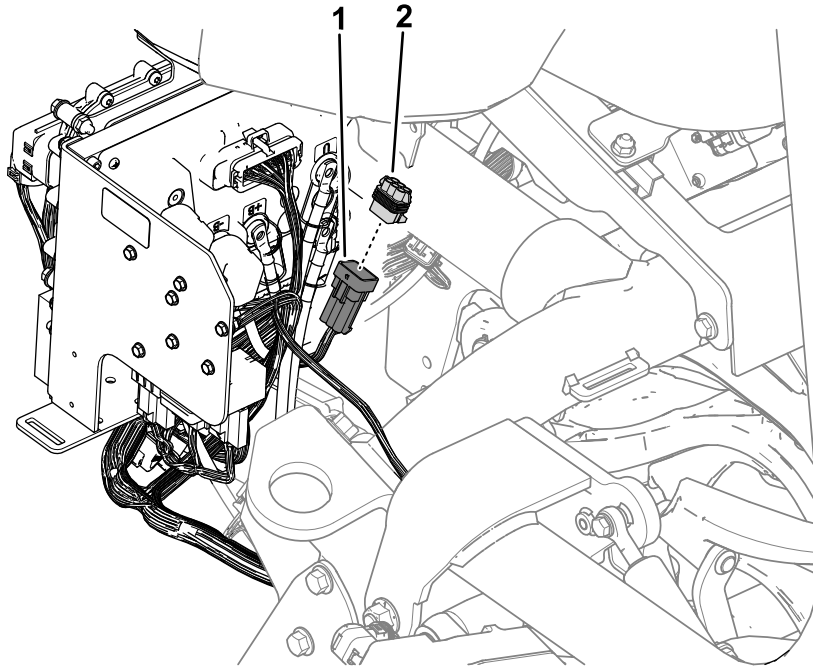

**Bild 45**
- Entfernen Sie das CAN-Bus-Isolatormodul vom Kabelbaumsteckverbinder mit der Bezeichnung P50 (Bild 45) und entfernen Sie das Isolatormodul aus der Maschine.